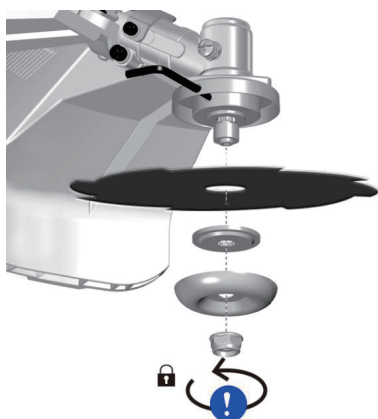

Fig.4-2
2) Placez la bride supérieure sur l'axe cannelé. (Fig.4-2.)